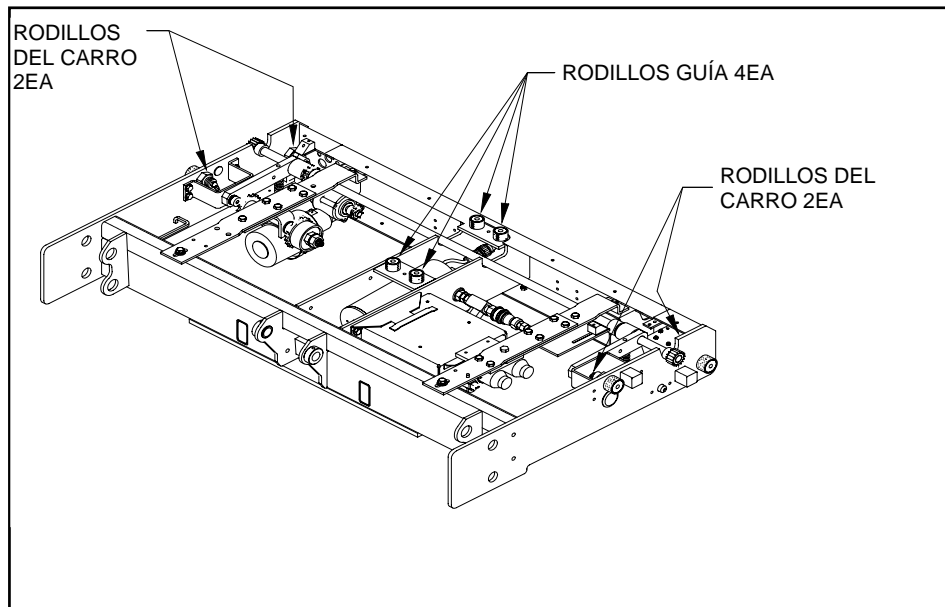

FIGURA 4-10: LUBRICACIÓN DEL RODILLO DEL CARRO
- a. Consulte la **Figura 4-10**. El carro tiene dos grandes rodillos a cada lado y cuatro pequeños rodillos guía en la parte superior. Estos rodillos necesitan una lubricación periódica, dependiendo del uso que se haga de ellos y del clima. Consulte la lista comprobación del mantenimiento de la mecánica correspondiente del capítulo de mantenimiento.